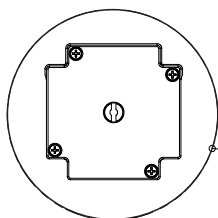

Figura 01
Para determinar o comprimento da barreira da cancela articulada, meça a largura da entrada do local e a altura do pé direito (Figura 01). Pegue o valor da medida do pé direito e desconte a altura do corpo da cancela que é de metro.
01. Retirar a tensão da barreira (braço) girando o parafuso de regulagem no sentido anti-horário conforme (figura 01) após feito movimentar a barreira no ângulo de 45° conforme (figura02).
02. Retirar a tensão da barreira (braço) girando o parafuso de regulagem no sentido anti-horário conforme (figura 01) após feito movimentar a barreira no ângulo de 45° conforme (figura02).